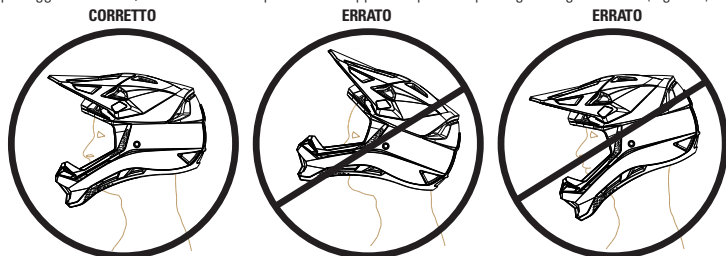

Figura 2
- Assicurarsi che il casco sia posizionato correttamente sulla testa, non deve essere inclinato né in avanti né indietro. Per proteggere la fronte, il casco dovrebbe posizionarsi appena sopra le sopracciglia lungo la fronte (Figura 2).